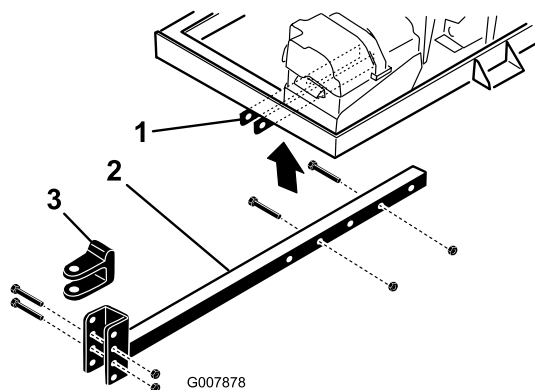

図 5
2. フレームブラケットにヒッチチューブに差し込む (図 5)。ボルト (3/8 x 3 in) 2本とフランジナット (3/8 in) を使用して、チューブをフレームに固定する。
- ・ ヒッチ・クレビス (図 5) をヒッチ・チューブに固定しているボルトとロックナットを外す。
- ・ ヒッチ・チューブをフレーム・ブラケットに固定しているボルトとナットを外す (図 5)。